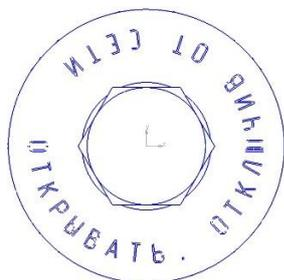

Рис. 8
- выполнена предупредительная надпись: «ОТКРЫВАТЬ, ОТКЛЮЧИВ ОТ СЕТИ» (Рис. 8);